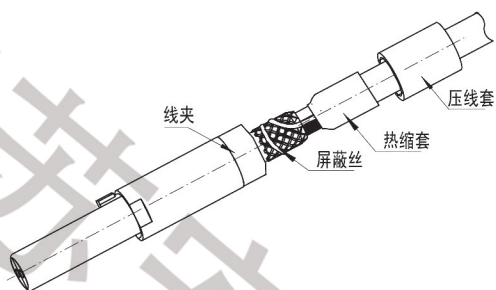

图1.10折回屏蔽网并前推压线套
- 1) 将双绞线缆的屏蔽丝折回，缠绕到线夹的滚花部分，缩紧热缩套如图1.10；